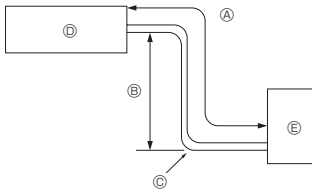

Fig. 2-1
2.1. Cijev rashladnog sredstva (Fig. 2-1)